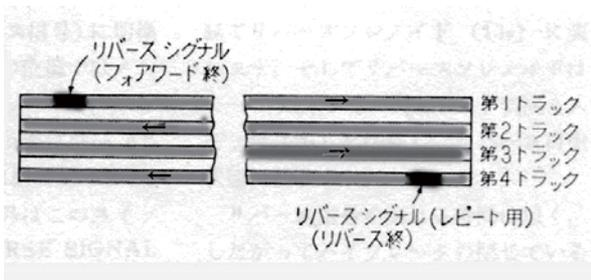
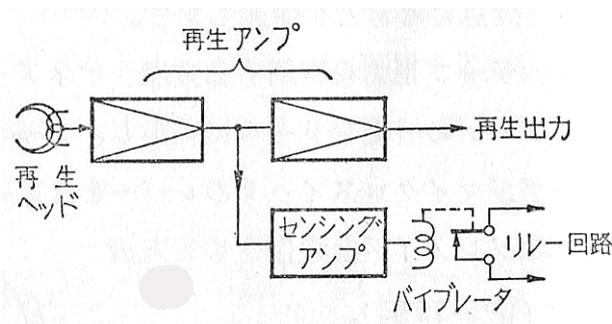

図58-2 リバース信号の録音
図58-3 リバース信号回路
(2) オートリバース機構：第1トラック(または第4トラック)に20Hzの信号を録音しておき、再生時にこの信号を検出したとき、自動的に反転(リバース)動作に切替わる(図58-2、図58-3)。
アンペックスのこのシリーズは(3)の方法で、リバース信号源に 20Hz のバイブレーターを使っていたが、1100 シリーズ以降、アンプがトランジスターになってからは回路で発振させている。(図 58-2)。